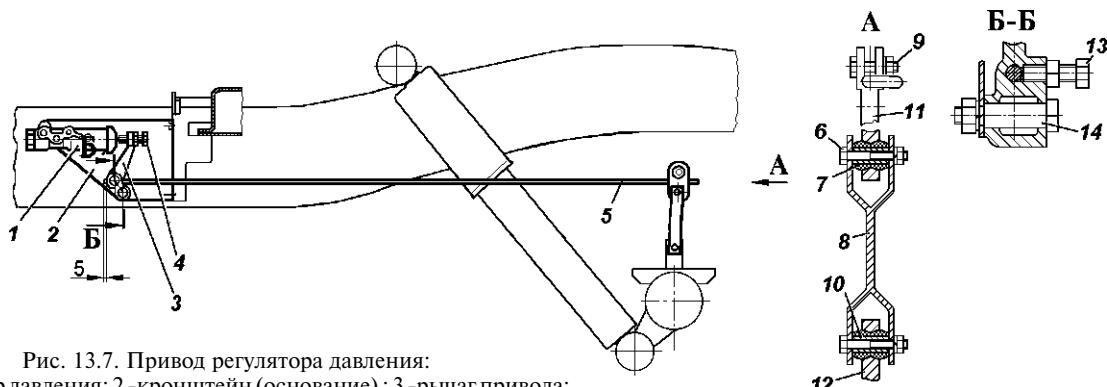

Рис. 13.7. Привод регулятора давления:
регулятор от грязи и проверяйте надежность его крепления и крепления его привода. Внешним осмотром убедитесь, что регулятор и детали его привода не имеют повреждений, отсутствуют подтекания тормозной жидкости и зазоры в соединении стойки с упругим рычагом и кронштейном на заднем мосту (рис. 13.7).
*В процессе эксплуатации и при замене задних рессор необходимо регулировать усилие упругого рычага 5* (см. рис. 13.7) на поршень регулятора. Регулировку производите в следующей последовательности:
4. Доверните болт 4 (см. рис. 13.7):